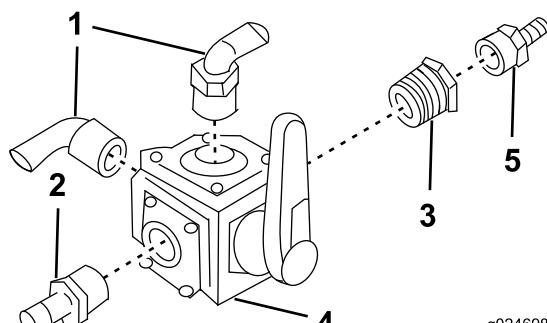

図 14
1. フォーウェイ(4叉)バルブを組み立てる（図 14）。
注 ホースバーブの向きが重要です。図 14のようにしてください。